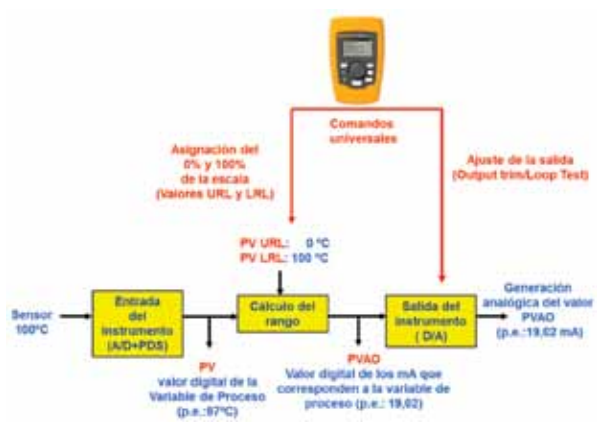

Figura 2. En rojo, las funciones y lecturas *Hart* realizadas con comandos universales y de prácticas comunes.
El calibrador de lazo *Fluke 709H* puede realizar (1) el ajuste del bloque de salida de todos los instrumentos *Hart*, y (2) la asignación del valor del 0 y 100% de la escala de medida, es decir, la programación de los valores URL y LRL (ver figura 2). Este calibrador Fluke no requiere actualizaciones pues estas dos acciones se llevan a cabo a través de comandos universales y de uso común del protocolo *Hart* que, evidentemente, no cambian con el tiempo. ■